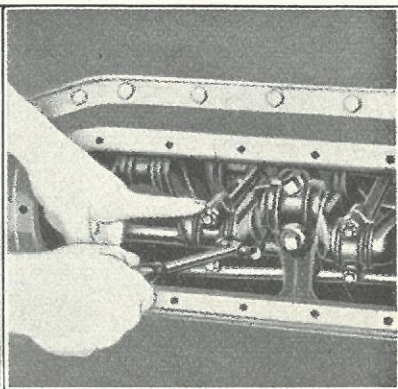

Fig. 237
- 386** Plejlstangen skal tilpasses saaledes paa Krumtapakslen, at den vil bevæges let paa Akslen, naar der bankes paa Siden af Panden med en lille Messinghammer. Bevægelsen af Plejlstangen paa Akslen kan føles ved at anbringe en Finger paa den ene Side af Panden, medens der bankes paa den modsatte (Fig. 237). Spillerummet mellem Plejlstang og Stempelpinds-Bøsningerne skal derefter kontrolleres. Hvis det er mindre end $\frac{1}{32}$ ", fjernes Stangen, og Enden af Stempelindbøsningen affiles let. Dette nødvendiggør en Udtagning af Stempler og Stempelpinde, som beskrevet i Par. 399 og 413. Naar Affilingen er færdig, renses Stemplerne med komprimeret Luft og Plejlstang og Stempel samles og indsættes i Cylinderen. Naar rigtig Indstilling er opnaaet, laases de to Plejlstangslejeboltes Møtrikker med Splitter.